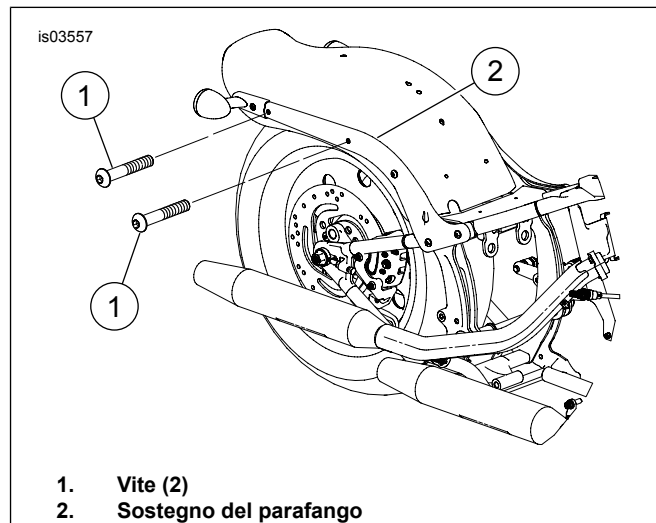

Figura 2. Bulloneria esistente (senza punti di ancoraggio)
- a. Vedere Figura 2. Rimuovere ed eliminare le viti (1) dal sostegno del parafango (2).